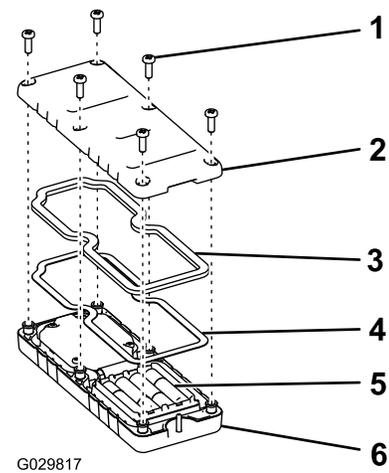

Figure 35
1. Retirez les 6 vis au dos de la télécommande et déposez le couvercle (Figure 35).
5. Remettez le couvercle en place et fixez-le avec les 6 vis retirées précédemment (Figure 35) serrées à un couple de 1,5 à 1,7 N·m (13 à 15 po-lb).